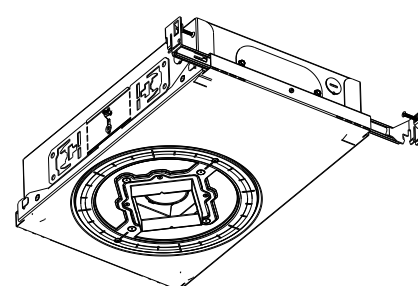

Fig. 3
- d. Inserte la barra de colgado externa en la misma ranura del alojamiento, bloqueando las mitades interna y externa entre sí. Apriete el tornillo de bloqueo de la barra de colgado. Asegúrese de que el tornillo esté en la parte superior (consulte la Fig. 3).
- b. Clave o atornille los extremos de ambas barras en las viguetas de madera, fijando el alojamiento en su lugar (consulte la Fig. 3).